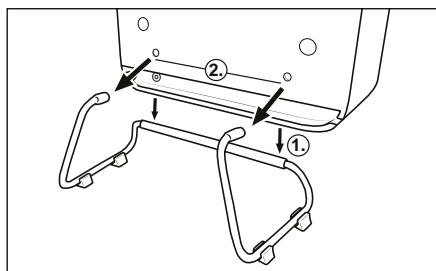

Fig. 2
- ◆ Collocare l'apparecchio sul supporto ❶ e introdurre i sostegni del supporto ❶ nei due fori dell'apparecchio (vedere fig. 2).